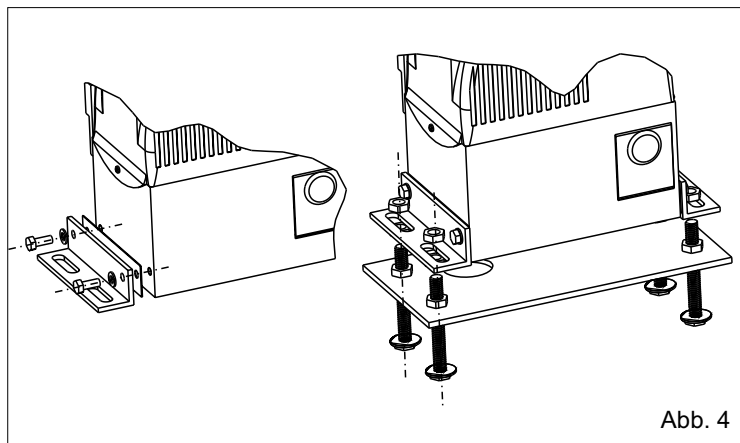

Abb. 4
**4.1.** Die seitlichen Befestigungsecken mit den mitgelieferten Schrauben (Abb. 4) an den Untersetzungsantrieb befestigen.
**4.2.** Den Antrieb an die Grundplatte befestigen und dabei die Seitenposition und seine Höhe einstellen (Abb. 4 - Abb. 5) entsprechend der in Abb. 2 angegebenen Masse.